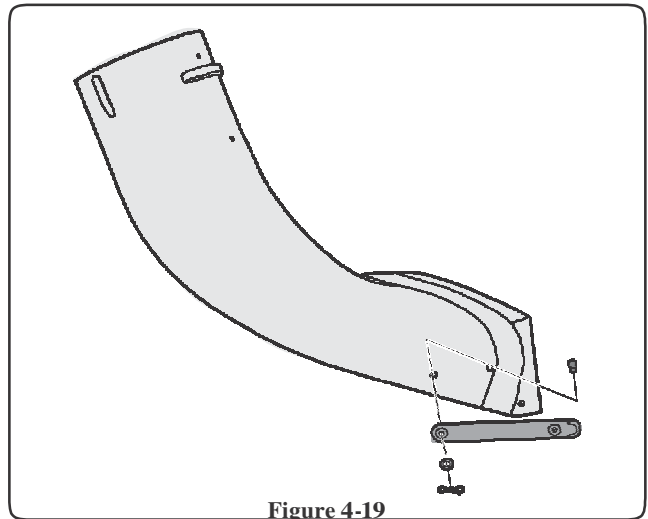

Figure 4-19
9. Montera gummi staget på utkastarröret genom att använda sprintbult och bricka. Se Fig. 4-19.